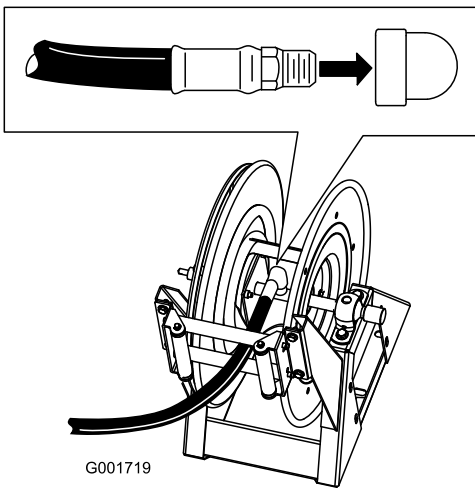

Figura 19
1. Envuelva con cinta teflón las roscas del acoplamiento de la manguera larga e instale el acoplamiento en el tubo conector del carrito (Figura 19).